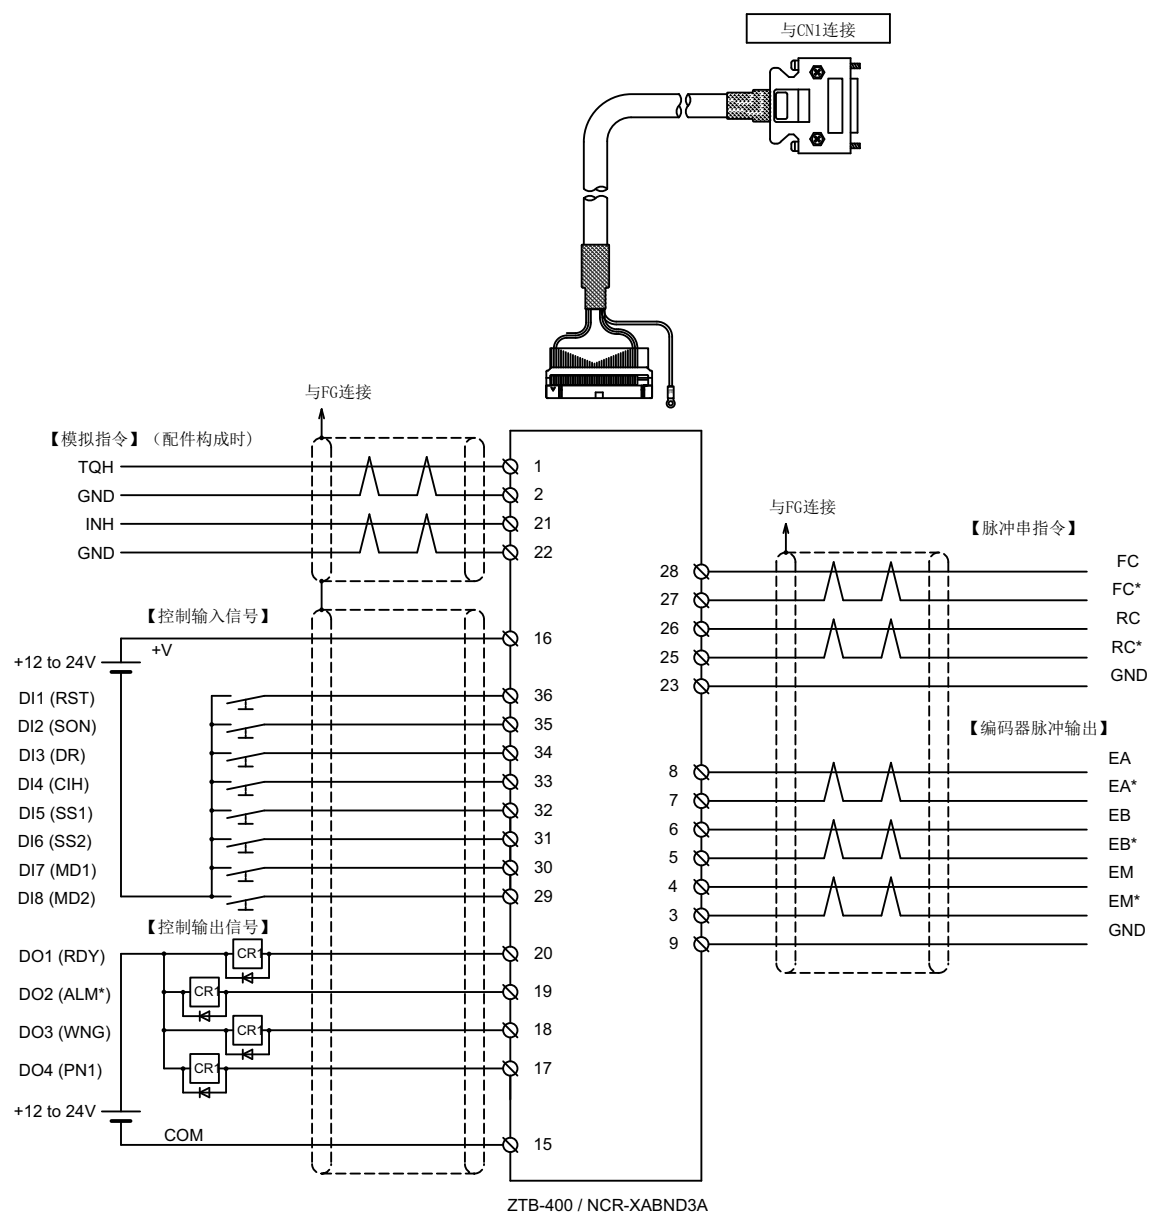

图3-3 I / O端子台（配件）连接图
- 注 9:使用 I / O 端子台 (配件) 的情况下, 请参照「图 3-3 I / O 端子台 (配件) 连接图」。此外, I / O 端子台, 其端子编号与插座 CN1 不同。请参照「3-3-9 I / O 端子台 (配件)」的端子排列。